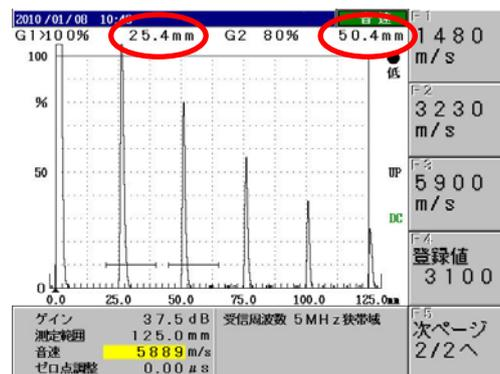

図5 測定範囲の調整
- ② **8** TUV キーを押すとFキーの表示が図5の右側になる。**F3** キーを押して音速を5900m/sにする。
- ③STB-A1の25mm厚さの部分を用いて多重エコーを図5のように表示させる。
- ④次に、ゲート1をB₁エコーに、ゲート2をB₂エコーに掛けるように移動させる。
- ⑤B₂エコー高さを80%として、**8** TUV キーを押して、次に **↑** **↓** キーを使って、B₁とB₂のビーム路程差が丁度25.0mmになるように調整する。（図5参照）